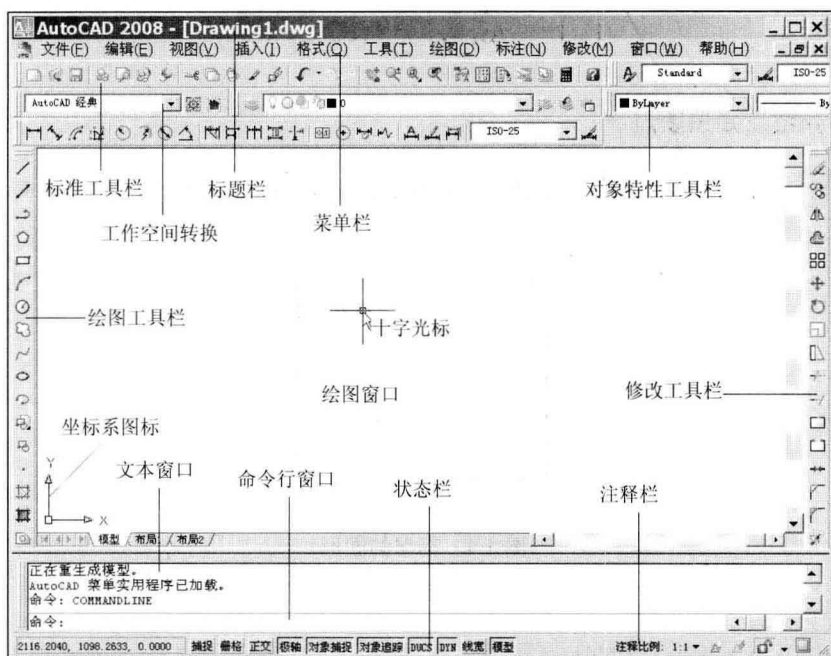

图 1.3 默认的界面
(2) 系统打开绘图界面，默认的界面如图 1.3 所示。
AutoCAD 2008 版本有三个工作空间, 分别为: 二维草图与注释、三维建模和 AutoCAD 经典。在这里以 AutoCAD 经典初始界面为基本界面来进行介绍, 其主要由标题栏、菜单栏、工具栏、状态栏、绘图窗口以及文本窗口等几部分组成, 如图 1.3 所示。